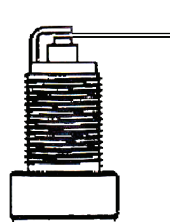

рис. 2
- рекомендуется проверить величину межэлектродного зазора, который должен составлять 0,7-0,8 мм (рис.2). При существенном отклонении величины зазора от указанной, необходимо его отрегулировать (восстановить) или заменить свечу;